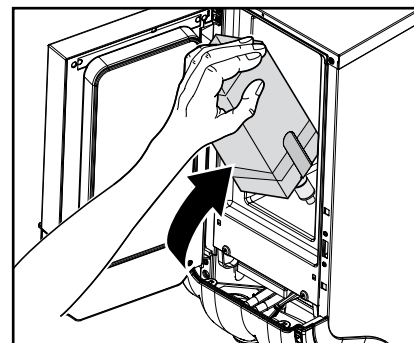

Fig. 20
7. Inserire la confezione di prodotto. (Fig. 20)